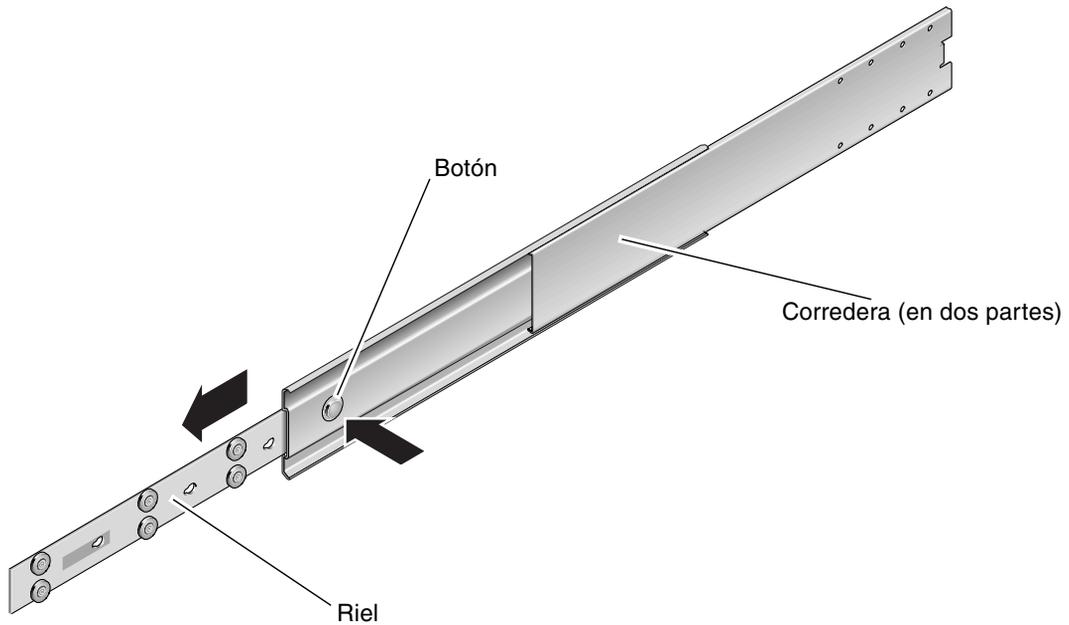

FIGURA 3-8 Desmontaje de la corredera
4. Pulse el botón que hay a cada lado y tire completamente del riel hacia fuera de la corredera (FIGURA 3-8).